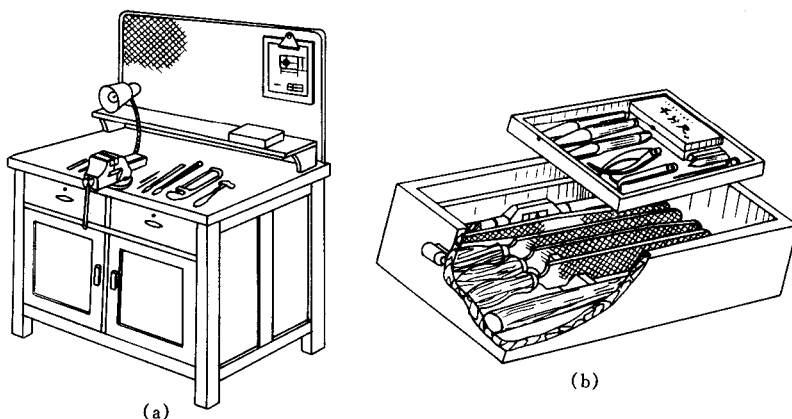

图 0-5 工量具放置
① 钳工、管工常用设备的布局要合理, 钳台与管虎钳要放在便于工作和光线适宜的地方。钻床、砂轮机、弯管机一般应放在场地的边沿处, 以确保使用安全。
② 钳工、管工所使用的设备和工具要经常检查, 发现损坏应及时上报, 在未修复前不得使用。
③ 使用电动工具(如手电钻等)时, 要有绝缘防护和安全接地措施。未经专业培训, 不能随意动用电器设备, 如电器出现问题, 应找专业人员进行维修。
④ 在钳台上进行銼削时, 要装有防护网。清除钻孔或銼削的切屑时要用刷子, 不要用手直接清除或用嘴吹。
⑤ 毛坯件、半成品工件、管件和已加工零件应放置在规定的位置, 要排列整齐, 码放平稳, 确保安全。要便于取放, 并避免碰伤已加工过的表面。
⑥ 常用工量具应放在工作位置的近处, 使用时拿取方便。工量具不得混放在一起, 量具用后应放在量具盒里。工具用后要整齐地放在工具箱里, 不得随意堆放(图 0-5)。